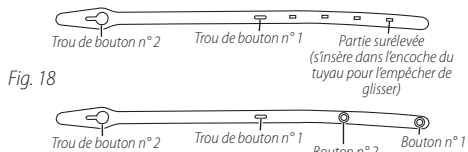
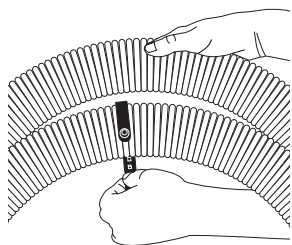
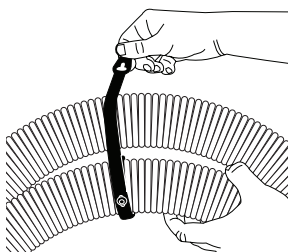
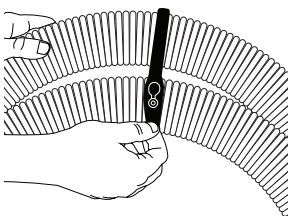

Fig. 18
Fig. 19
Fig. 20
Fig. 21
42. Enroulez la sangle **19** **Fig. 18** autour du tuyau **12** en alignant les parties surélevées à l'arrière de la sangle **19** dans une encoche sur le tuyau **12**. **Fig. 19**.
43. Insérez le bouton n° 1 dans le trou de bouton n° 1 **Fig. 19** (cela peut être difficile au début), continuez à enrouler la sangle **19** autour du tuyau **12**. **Fig. 20**. Insérez le bouton n° 2 dans le trou de bouton n° 2. **Fig. 21**.